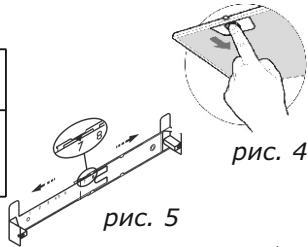

рис. 4
- перед установкой вытяжки снимите алюминиевый фильтр, для этого нажмите на пружинный замок на фильтре и потяните фильтр вниз и на себя (рис. 4);
8.3 Для очистки алюминиевого фильтра извлеките его из вытяжки (рис.4). Произведите очистку фильтра с помощью щетки горячим водным раствором нейтрального моющего средства вручную или в посудомоечной машине (при 60°С). Сильно загрязненный фильтр не следует мыть в посудомоечной машине вместе с посудой. Старайтесь не сгибать фильтр при мойке. Возможное изменение цвета фильтра, с течением времени, не приводит к снижению эффективности его действия.